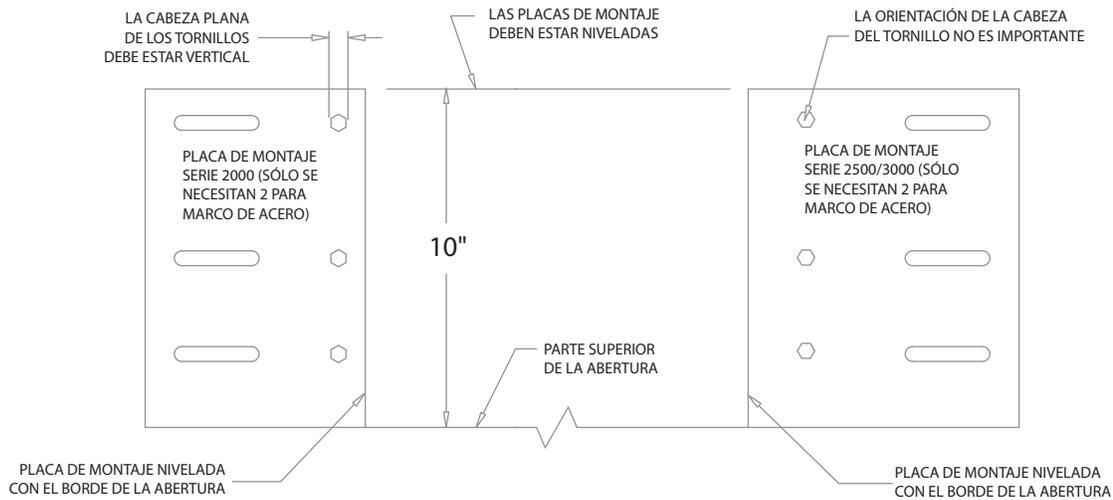

FIGURA 2
- La parte superior de las placas de montaje deben colocarse 10" por encima de la abertura y deben estar niveladas entre sí. La parte lateral de las placas de montaje debe encontrarse nivelada con el borde de la abertura. Si el ancho de la abertura se encuentra fuera de lugar, ajuste los emplazamientos según corresponda. **Consultar figura 2.**